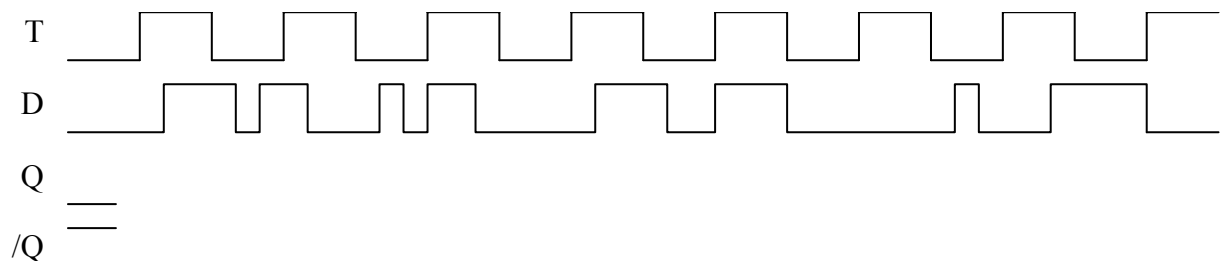

Bild 4.3: Timingdiagramm des flankengetriggerten D-Flip-Flops
- c) Am Eingang des flankengetriggerten D-Flip-Flops liegt nun ein Takt T sowie das Datensignal D gemäß Bild 4.3 an. Vervollständigen Sie das Timingdiagramm in Bild 4.3, indem Sie die resultierenden Signale Q und /Q einzeichnen!